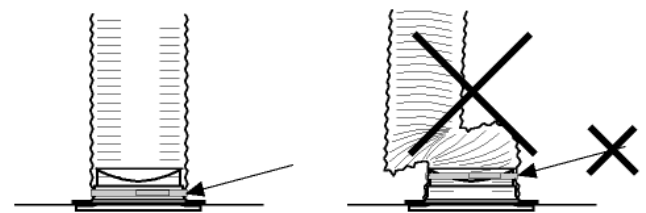

Fig. 4
**NB!** Ved evt. bruk av fleksibel slange ved tilkobling av hetten, påse at "kanaltverrsnittet" ikke reduseres. (Jfr. fig. 4).
**NOTE!** If flexible duct is installed for connection between cookerhood and duct system, make sure that the duct dimension is not reduced (see fig. 4).